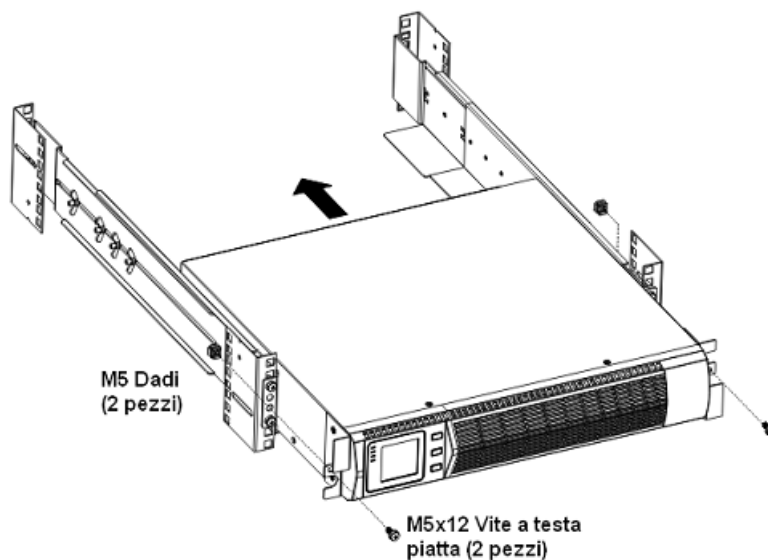

Figura 6 Fissaggio UPS nell'armadio Rack
- Bloccare l'UPS ed i cabinet opzionali nell'armadio Rack usando viti M5 x 12 ed i dadi M5 come da figura 6. Usare il foro inferiore sulla piastra di fissaggio che sarà allineato con il corrispondente foro sulla guida.